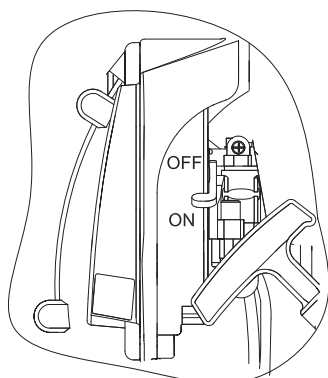

Fig 7
- Ponga el choke en posición abierta, Fig.7.